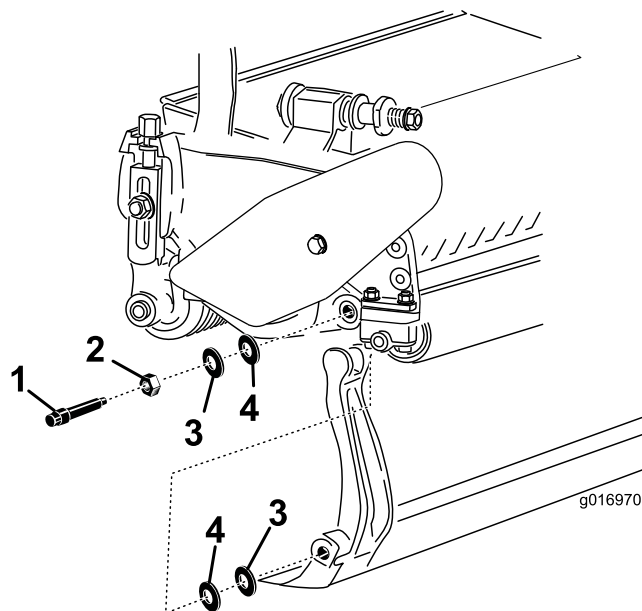

Figura 24
4. Togliete i bulloni della barra di appoggio perché quest'ultima possa essere tirata in giù e tolta dalla macchina (Figura 24).
Tenete in considerazione le 2 rondelle di nylon e le 2 rondelle in acciaio stampato su ciascun lato della barra di appoggio (Figura 24).
3. Collocate una rondella di nylon su ciascun lato del risalto della piastra laterale. Posizionate una rondella di acciaio all'esterno di ciascuna rondella di nylon (**Figura 24**).